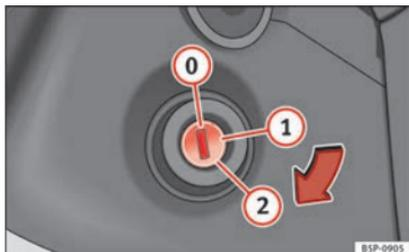

Fig. 122 Posiciones de la llave de contacto.
En esta posición ►► fig. 122 el encendido y el motor están desconectados, pudiéndose bloquear la dirección.
- Gire la llave de contacto hasta la posición » fig. 122 ①. El testigo  se encenderá en caso de precalentamiento del motor.
- En cuanto se apague el testigo, gire la llave de encendido a la posición ② para poner en marcha el motor y no pise el acelerador.
- Gire la llave de contacto a la posición » fig. 122 ⓘ.